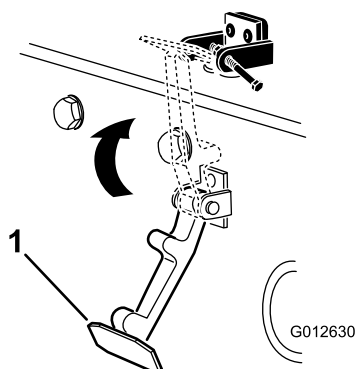

**Figure 5**
4. Alignez les trous de montage et positionnez le support de loquet CE et le support de loquet du capot sur le capot (Figure 5).
6. Rivetez les supports et les rondelles sur le capot (Figure 5).